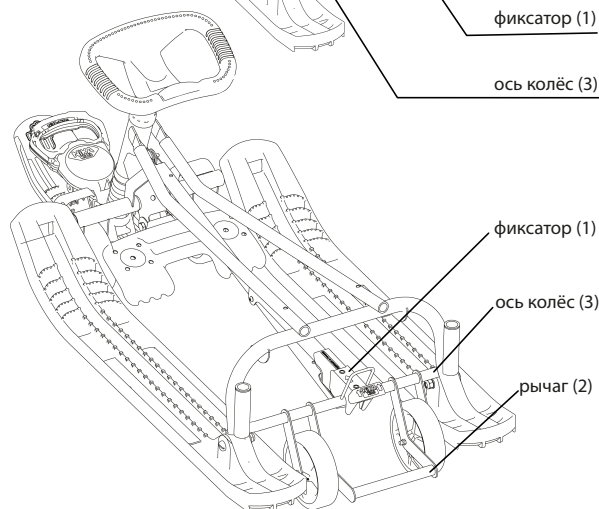

Рис. 2 Механизм выдвижных колёс
4.6.1. Для перемещения по твёрдому покрытию необходимо опустить колёса, закреплённые на каркасе. Для этого носком ноги поднимите фиксатор (1) (см. рис. 2 а), колёса опустятся, затем нажав на рычаг (2) доведите колёса до фиксированного положения. Паз на фиксаторе при этом должен зацепиться за ось колёс (3).
- ногой поднять фиксатор (1), снегокат опустится (см. рис. 2 б);
- носком ноги поднять рычаг (2) до фиксированного положения.